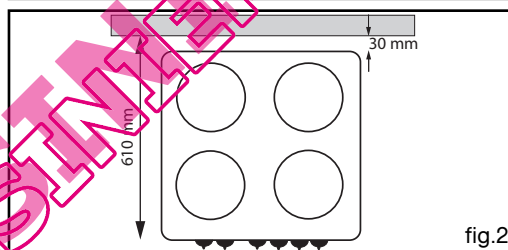

fig.2
- Cote de profondeur d'encastrement entre le mur à l'arrière et l'avant de l'appareil : 610 mm (voir fig. 2, vue de dessus).
- soit par un raccord rigide (tuyauterie en cuivre) (fig. 2).
- Dévissez à l'aide de la clé fournie les injecteurs situés dans le fond de chaque pot et ôtez-les (fig. 2).
- Déclipez l'attache métallique située à la base de chaque brûleur (sole et grilloir) (fig.2) à l'aide d'un petit tournevis.